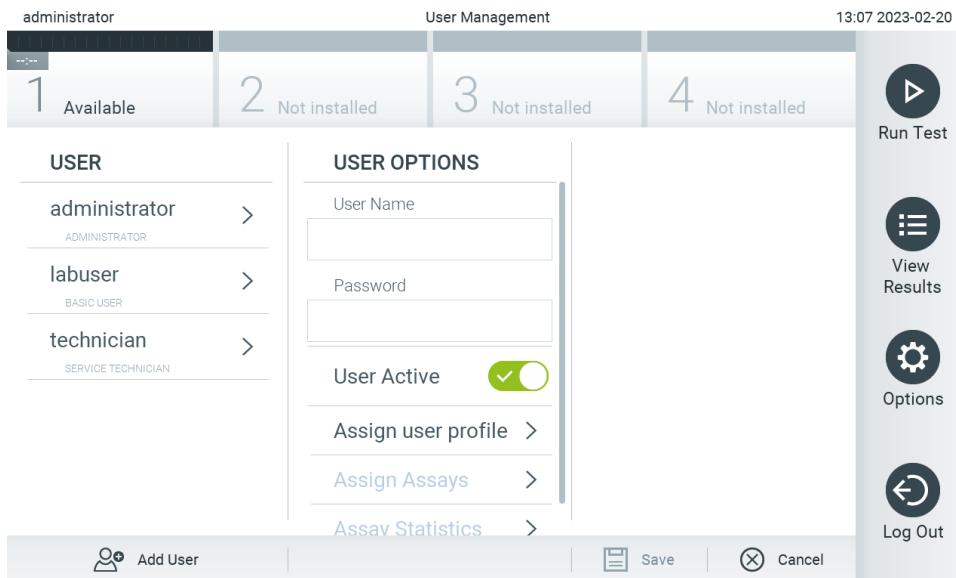

Abbildung 55. Hinzufügen eines neuen Benutzers.
1. Drücken Sie Options (Optionen) > User Management (Benutzerverwaltung), um Benutzer zu konfigurieren. Im Inhaltsbereich der Anzeige wird der Bildschirm User Management (Benutzerverwaltung) angezeigt (Abbildung 55).